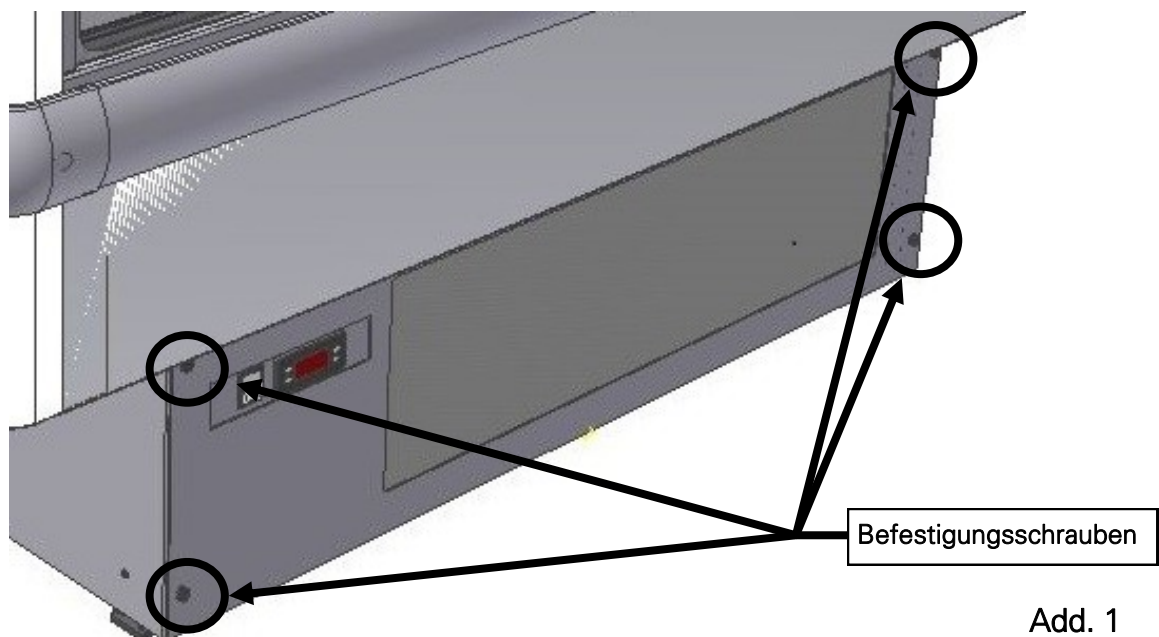

Abb. 1
- ⇒ Man gelangt an den Kondensator, indem man die Schrauben und die Abdeckung entfernt **Abb. 1**;